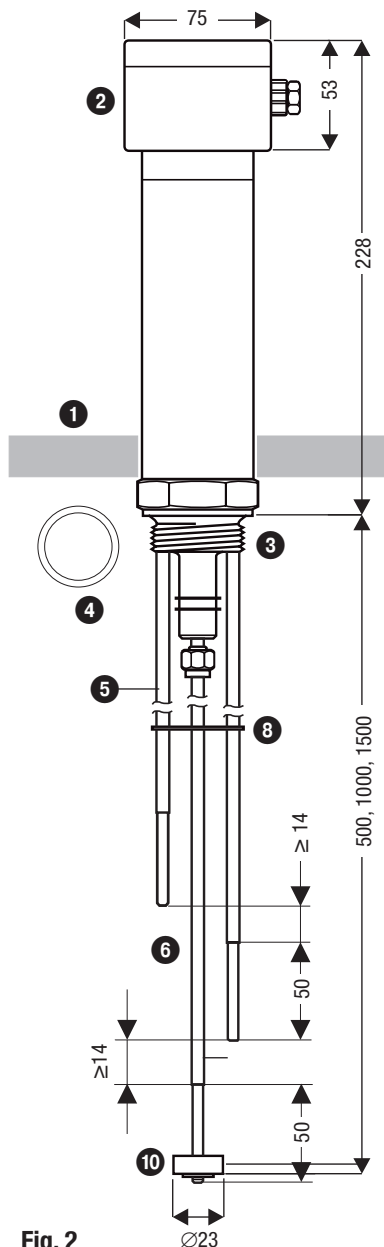

Fig. 2
Fig. 2: Maße gelten für Einsatz in Wasser mit einer Leitfähigkeit **größer 10 µS/cm** bzw. für eine Messlänge **kleiner 1000 mm**. Messflächenvergrößerung ⑨ nicht erforderlich.
5. PTFE-Isolierung der Elektrodenstäbe am unteren Ende 50 mm **Fig. 2** oder 17 mm **Fig. 3** abisolieren.